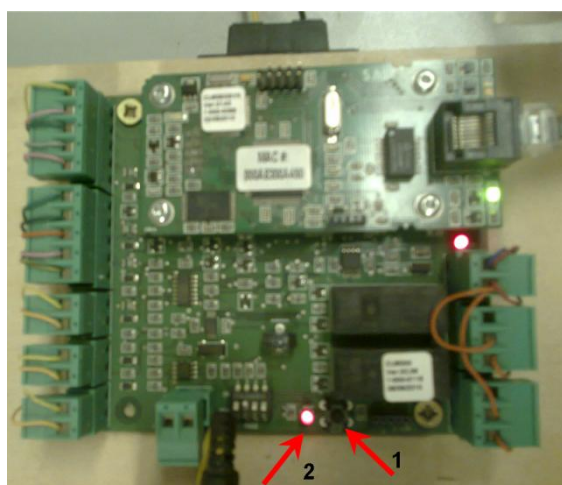

Рис. 3.2—9 Тампер и индикатор на плате периферийного устройства
- 10.3. Дождаться мигания индикатора рядом с тампером (см. Рис. 3.2—9, 2).